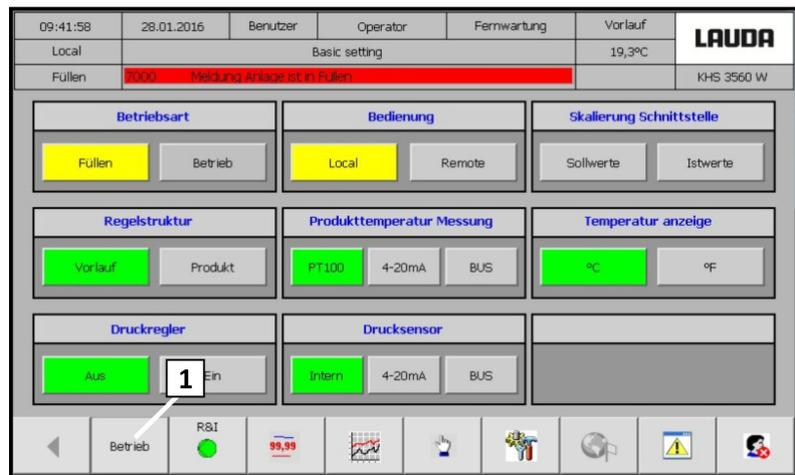

Abb. 71: Bildschirm Grundeinstellung
**10.** Definierte Ausgangsstellung einstellen. Siehe(Abb. 71)
**11.** Bildschirm Betrieb aufrufen (Abb. 71 [1])